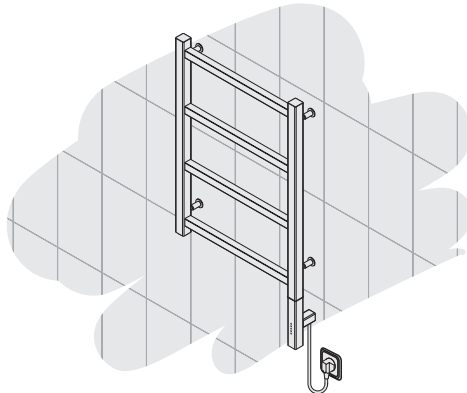

Рис.6
4.1.8. Подключить полотенцесушитель к электросети используя сетевой шнур (рис. 6).